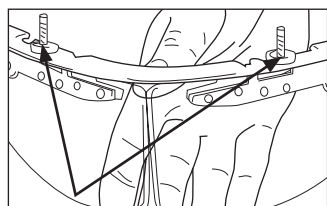

Figure 26
3. Insérez les vis fournies avec votre trousse dans le protecteur oculaire Bourke de la manière indiquée (figure 26).